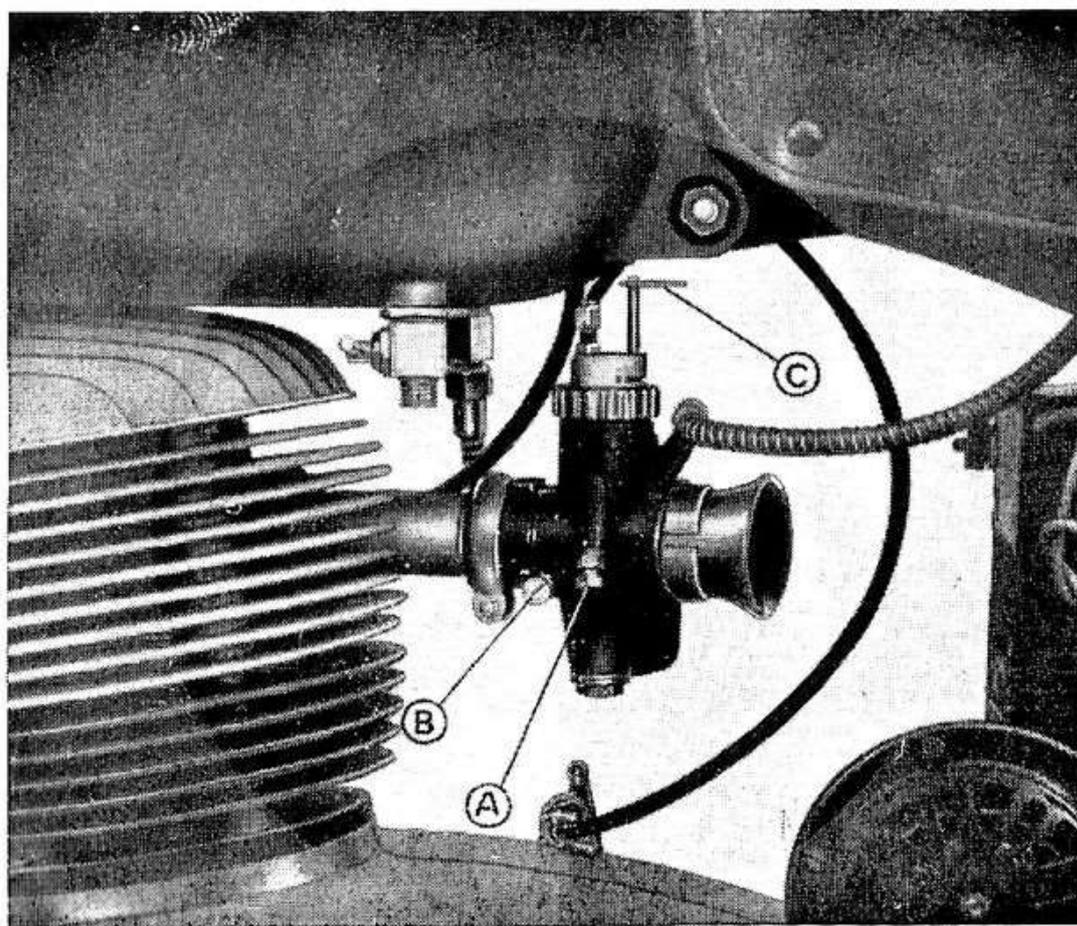

Fig. 8
Inserire a fondo la chiave sul faro ruotandola nella 1^a posizione a destra, chiudere l'aria spingendo in basso il comando (C) che trovasi sul carburatore (fig. 8); ruo-
Si effettua a motore caldo agendo sulle viti A e B (vedi fig. 8) che regolano rispettivamente la posizione della valvola ed il passaggio aria del minimo, sino a trovare la giusta combinazione di miscela in modo da ottenere il minimo desiderato. A questo punto, aprendo lentamente il comando del gas il motore non deve mancare o spegnersi. In caso contrario stringere leggermente la vite aria del minimo sino a far scomparire detto punto debole. In genere la vite aria del minimo va aperta da un giro a un giro e mezzo rispetto alla chiusura completa.